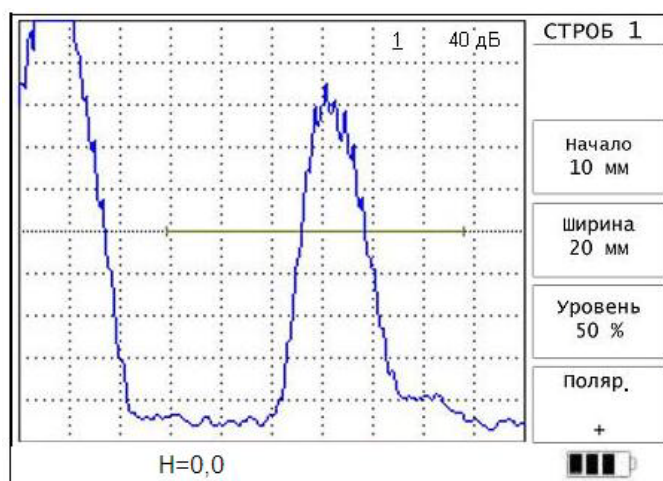

Рис.5.8.
5.4.3. Меню «СТРОБ 1» содержит следующие параметры (рис. 5.8).